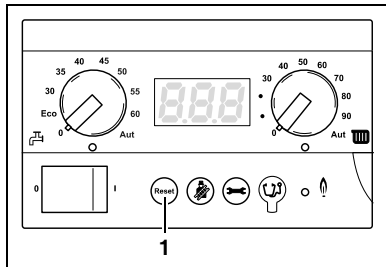

Fig. 27 BC10 – Tasto "Reset"
- Premere il tasto "Reset" (fig. 27, **pos. 1**) per circa 5 secondi, per eliminare la disfunzione. Il display mostra **rE**. La caldaia cerca di risolvere il guasto. Se, alla fine, il display indica uno dei normali avvisi di esercizio, ciò significa che il guasto è risolto. In caso contrario, eseguire il reset altre due o tre volte.